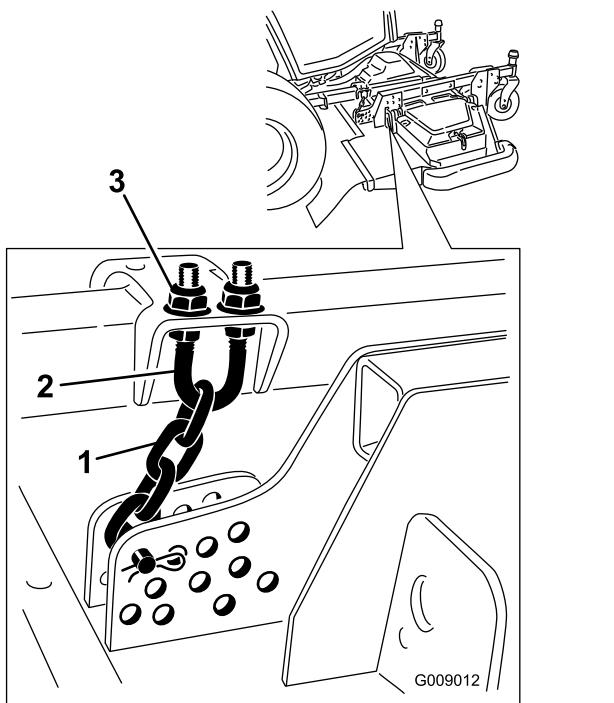

Bild 106
5. Lockern Sie die Klemmmuttern an der Ober- oder Unterseite des U-Bügels an der Schnitthöhenkette (Bild 106).